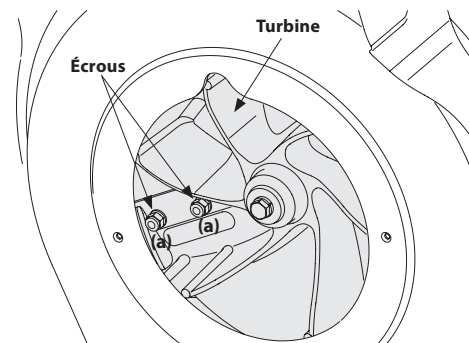

Figure 25
- Tenez les écrous (a) des vis qui se trouvent sous l'appareil avec une douille universelle de 1/2 pouce et une rallonge. Voir Figure 25.